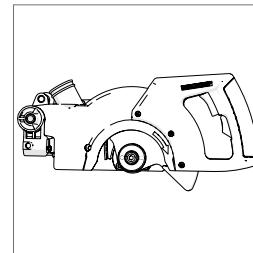

Abb. 1c
- Schneidkopf in arretierter Position. (**Abb. 1c**)